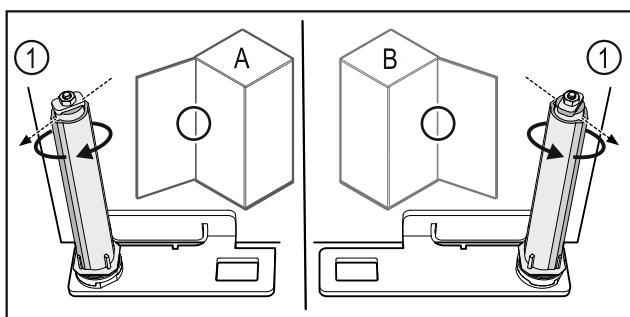

Fig. 56 左门挡 (A) / 右门挡 (B)
- ▶ 克服阻力转动关门系统，直至关门系统 Fig. 56 (1)的连接片朝外。